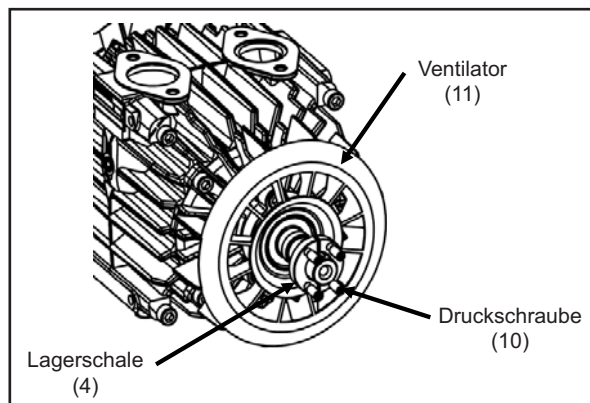

Abb. 12
3. Die vier M8-Druckschrauben M8 (10) lösen, mit denen die Lagerschale befestigt ist, und die Lagerschale (4) entfernen ; siehe Abb. 12.